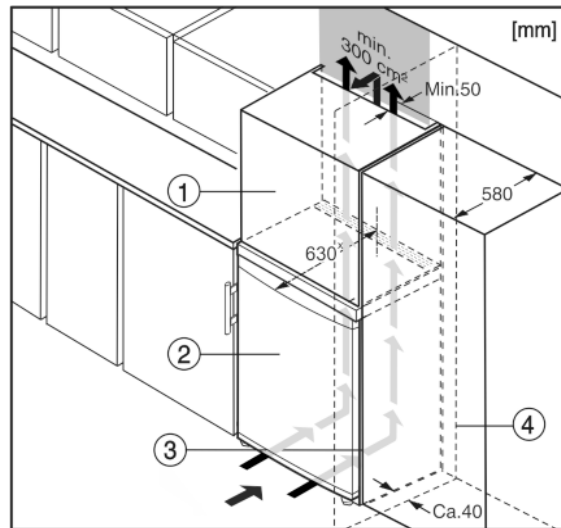

Fig. 10
L'appareil peut être entouré de meubles de cuisine. Pour adapter l'appareil Fig. 10 (2) à la hauteur des placards de la cuisine intégrée, on peut placer un élément haut Fig. 10 (1) au-dessus de l'appareil.
Lors de la transformation avec des placards de cuisine (profondeur max. 580 mm), l'appareil peut être placé directement à côté du placard de cuisine Fig. 10 (3). L'appareil dépasse latéralement de 34 mm* et de 50 mm* au centre de l'appareil par rapport à la face avant du placard de cuisine.
Si l'appareil est installé avec les charnières à côté d'un mur Fig. 10 (4), la distance entre l'appareil et le mur doit être de 40 mm min. Ceci correspond à la saillie de la poignée lorsque la porte est ouverte.